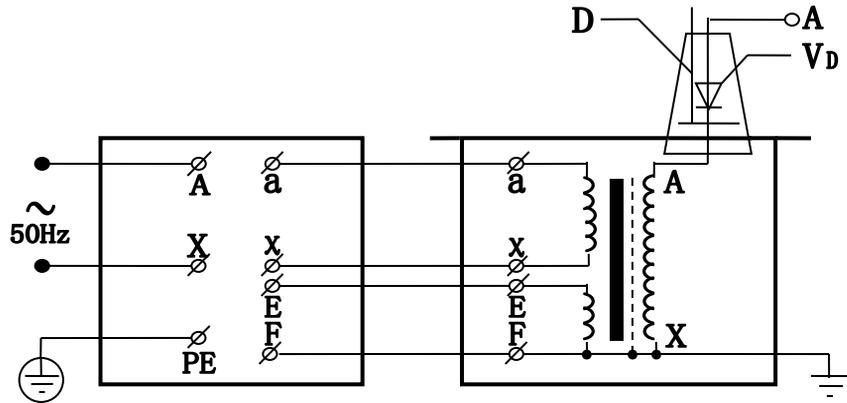

图 4：单台交流油浸式试验变压器原理图
2、 YDJ 单台油浸式试验变压器的工作原理图见图 4，图中高压套管中装有高压硅堆，串接在高压回路中作半波整流，以获得交流高电压。当用一短路杆将高压硅堆短接时，可获得工频高电压，作为交流输出状态；取消短路杆时，作为交流输出状态。